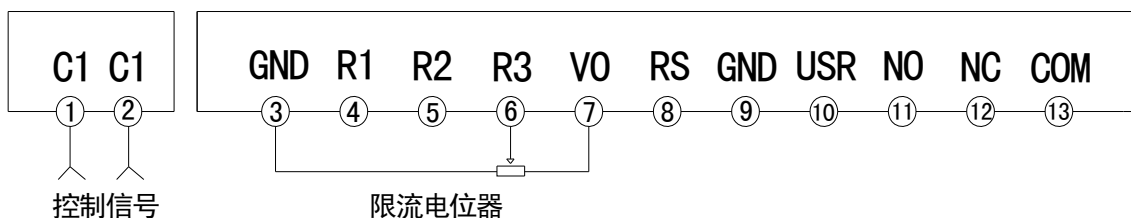

图 6：限流功能接线图
参照图 6，调试步骤如下：
6) 在选型表中带“C”表示带限流及过流功能，是通过 SP1B 内置的电流互感器取样，进行电流变换，将额定的负载电流变换成 0-5VDC。若因为某种原因额定电流变换出来的 0-5VDC 会有较大偏差，会影响限流和过载报警的效果。这时参见图 6，首先将负载电流增大到额定最大，通过调整 SP1B 线路板上的反馈板上的满度电位器，使 SP1B 的+5VDC 测试点和 GND 间的输出直流电压为 5V，从而保证转换对应关系准确。
如图 6 接好后，开始运行时，如下进行过载保护电流值设定和运行选取过流报警值为最大负载电流的 1.5~2.5 倍。按选取好的过载报警值的 1/2 进行标定，具体步骤如下：